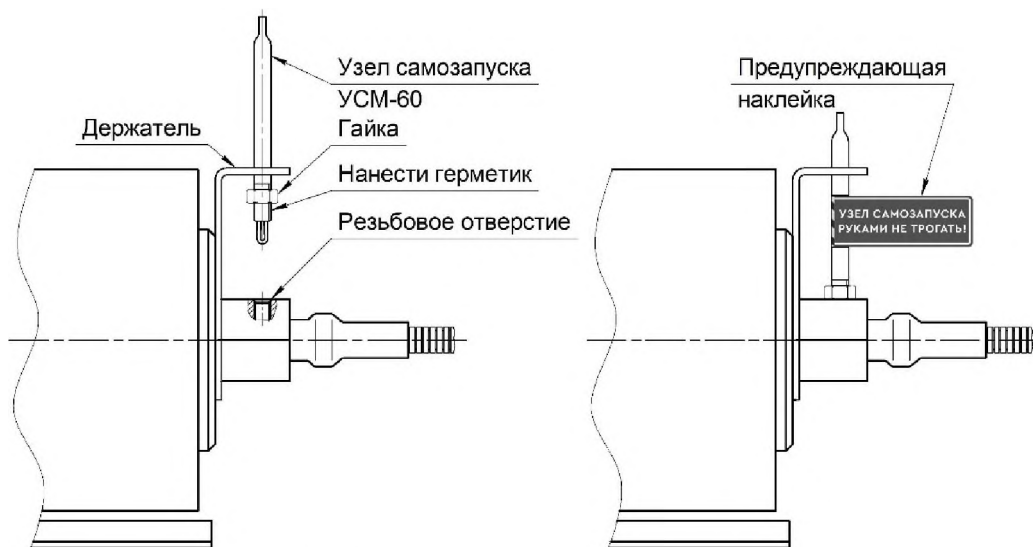

Рисунок 11 – Замена узла самозапуска.
- вставить трубку узла самозапуска в отверстие держателя в соответствии с рис. 11, навернуть на трубку узла самозапуска УСМ-60 гайку;
- наклеить предупреждающую наклейку из комплекта узла самозапуска УСМ-60 (см. рис. 11);